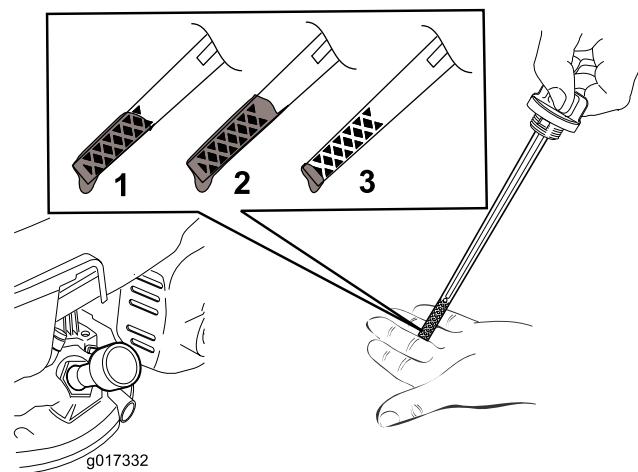

Figura 12
5. Para determinar el nivel de aceite correcto, consulte Figura 12.
**Nota:** Llene el cárter con aceite hasta que la varilla indique que el nivel del aceite del motor es correcto, según se muestra en Figura 12. Si usted llena demasiado el motor, vacíe el exceso de aceite según se indica en Cómo cambiar el aceite del motor \(página 17\).